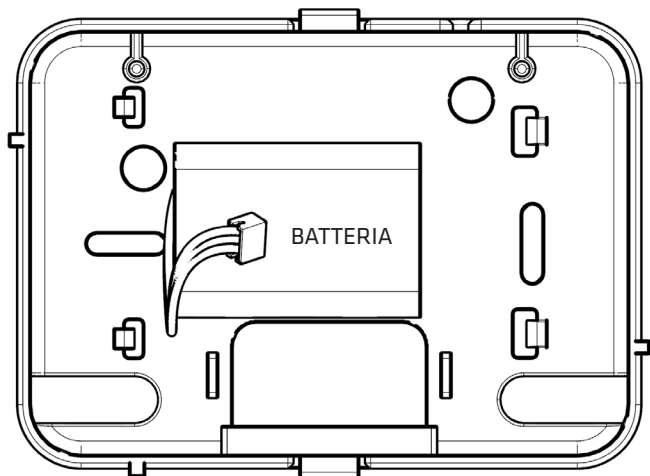

Fig. 5
2. fissare la batteria sul fondo con il biadesivo predisposto sulla stessa, in modo che il cavetto di collegamento alla scheda si trovi a sinistra (Fig.5);